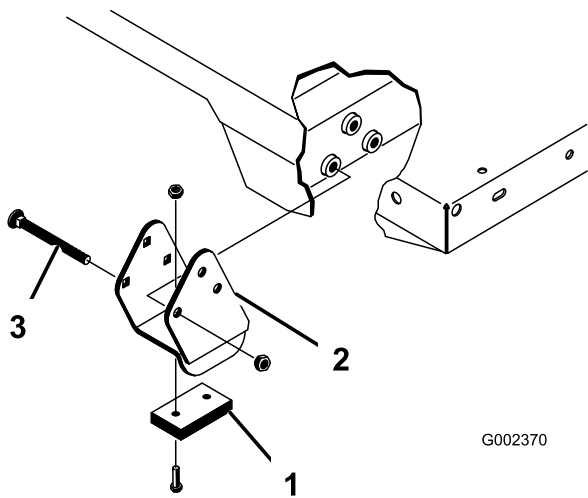

Figura 32
Assicuratevi che le staffe distanziali e i blocchi di usura (Figura 32) siano montati con le teste dei bulloni a testa tonda posizionate all'interno della macchina.
2. Posizionate attentamente il pianale sul telaio della macchina, allineando i fori della piastra di articolazione del pianale posteriore con i fori nel canale del telaio posteriore e montate i 2 perni con testa e le coppiglie ad anello (Figura 32).
4. Inserite il perno con testa dall'esterno del pianale, con la coppiglia ad anello orientata verso l'esterno (Figura 32).